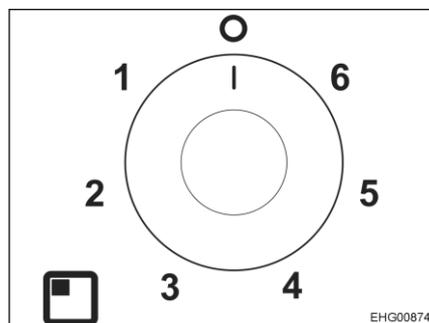

Fig. 128 Regulador giratorio para quemador de cocina eléctrica
- Ajustar el regulador giratorio (Fig. 128) en el grado de temperatura deseado.